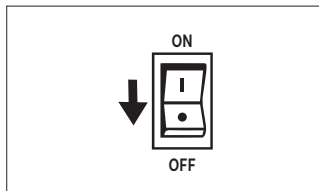

Fig. 08
2. Deixe o motor em marcha lenta durante 2 minutos antes de desligar o interruptor do motor [Fig. 08].